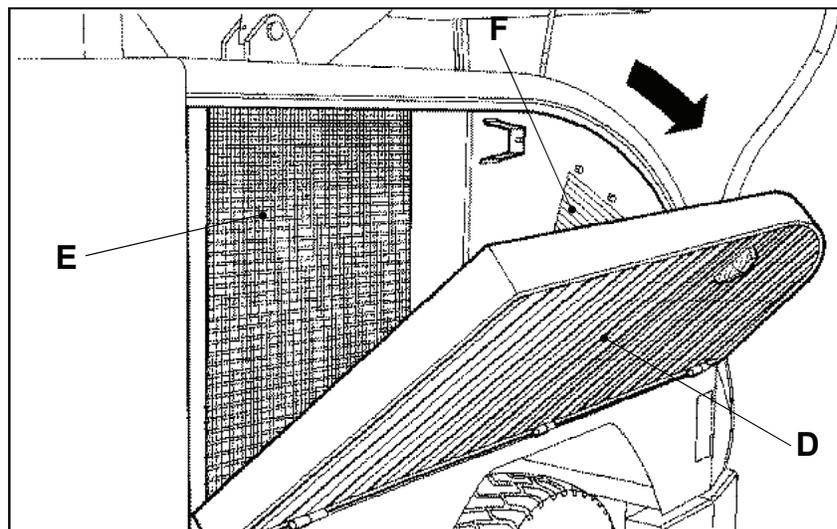

FIG. 45
Le nettoyage des grilles (D) et des radiateurs (E-F - Fig. 45) s'effectue en projetant de l'air comprimé aussi bien à partir de l'extérieur que de l'intérieur. Si l'air comprimé n'est pas suffisant, on peut les laver avec un jet d'eau. En cas d'utilisation d'un nettoyeur à eau à haute pression, agir toujours à partir de l'extérieur et faire très attention à ne pas plier les lamelles de refroidissement ; réduire éventuellement la pression de l'eau ou augmenter la distance du jet par rapport au radiateur.